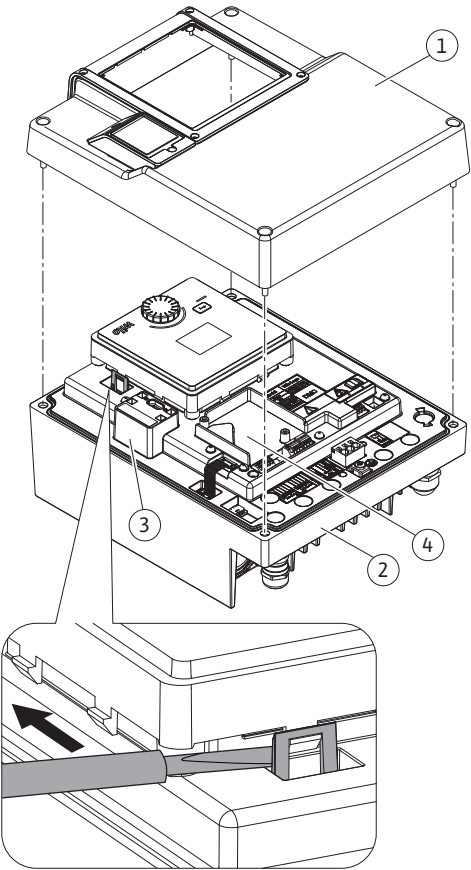

Fig. 28: Módulo eletrônico
Os módulos CIF (acessórios) são utilizados para a comunicação entre as bombas e o BMS. Os módulos CIF estão ligados ao módulo eletrónico (Fig. 28, pos. 4).